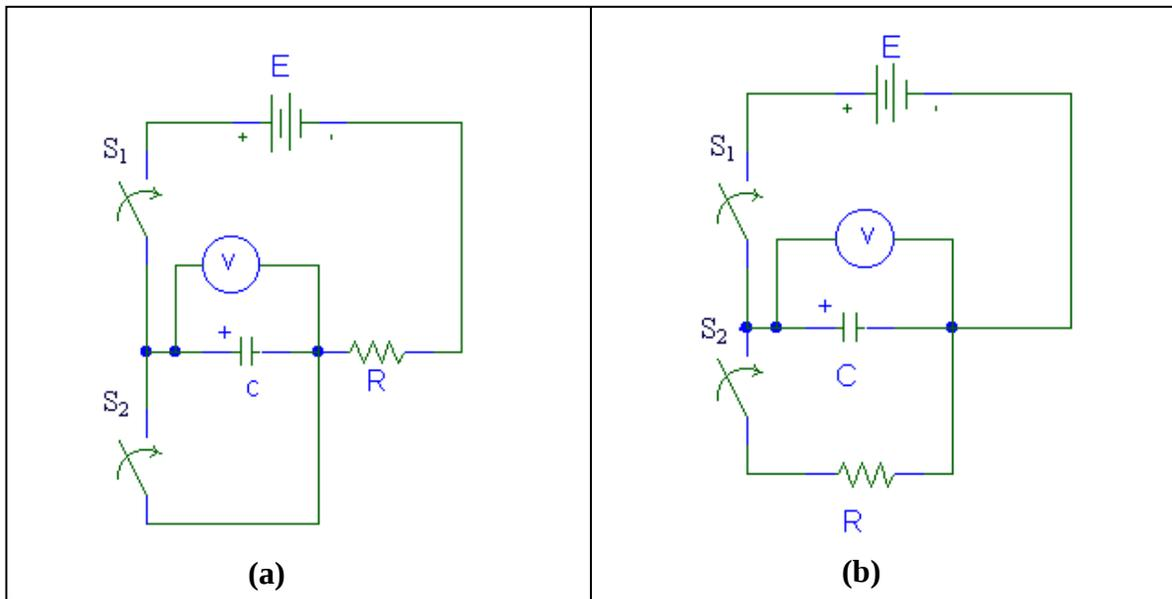

Figura 1. Esquemas del Circuito RC
1. Conecte el circuito que se muestra en la **Figura 1(a)**, usando un resistor de $100\text{ k}\Omega$, un capacitor de $1000\text{ }\mu\text{F}$ y una fuente que suministre $1,5\text{ V}$ en DC.
8. Conecte el circuito que se muestra en la **Figura 1(b)**, usando un resistor de $100\text{ k}\Omega$, un capacitor de $1000\text{ }\mu\text{F}$ y una fuente que suministre $1,5\text{ V}$ en DC.